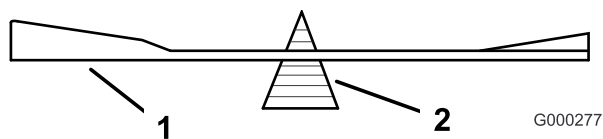
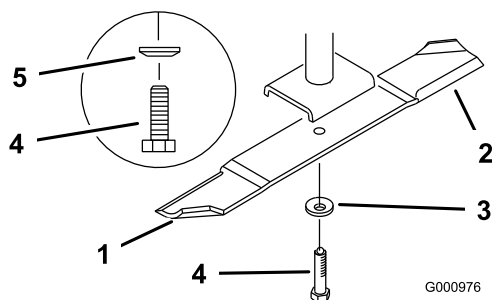

Figura 83
Figura 84
2. Togliete il bullone, il disco elastico e la lama dall'asse del fusello (Figura 84).
2. Controllate l'equilibrio della lama posizionandola su un bilanciatore (Figura 83). Se la lama rimane in posizione orizzontale, è bilanciata e può essere utilizzata. Se la lama non è bilanciata, limate del metallo soltanto dalla costa (Figura 84). Ripetete la procedura finché la lama non è perfettamente bilanciata.
1. Montate la lama sull'asse del fusello (Figura 84).
2. Montate il disco elastico e il bullone della lama. Il cono del disco elastico deve essere rivolto in verso la testa del bullone (Figura 84). Serrate il bullone della lama a 115-150 Nm.